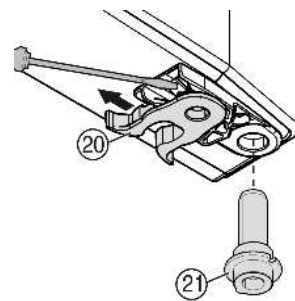

Fig. 8
- ▶ переставить пружинный зажим Fig. 8 (20): Нажмите вниз язычок защелки, снимите с него пружинный зажим.
- ▶ Извлеките опорный палец Fig. 8 (21) из втулки двери и вставьте вместе с шайбами на противоположную сторону. Язычок защелки должен быть направлен к внутренней стороне двери, паз — к внешней стороне.
- ▶ Поверните нижнюю часть двери и вставьте опорный палец *Fig. 8 (21)* в опорный кронштейн. При необходимости покрутите опорный палец, чтобы он смог заскочить.